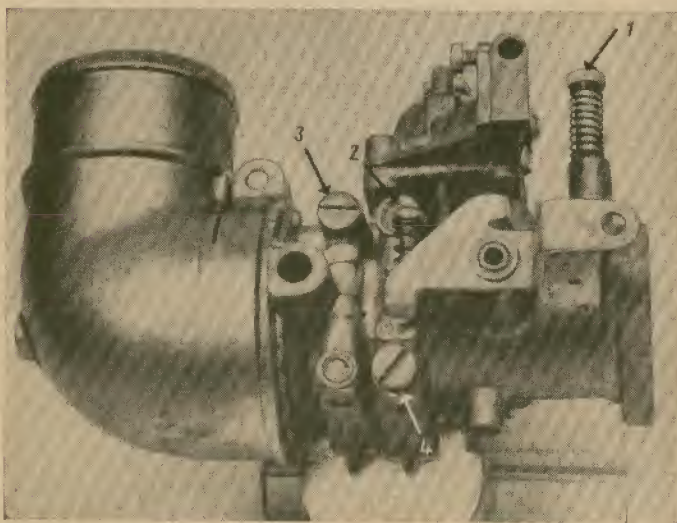

Abb. 43 Vergaser
*Düsen sind nicht fest eingeschraubt (Abb. 43)*